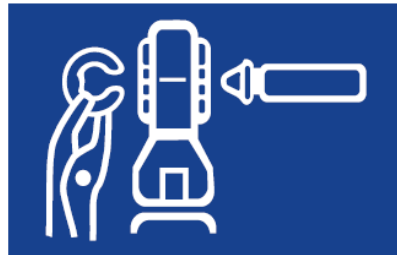

Fig. 5
2. Rimuovere la clip di ritegno (Fig. 5).